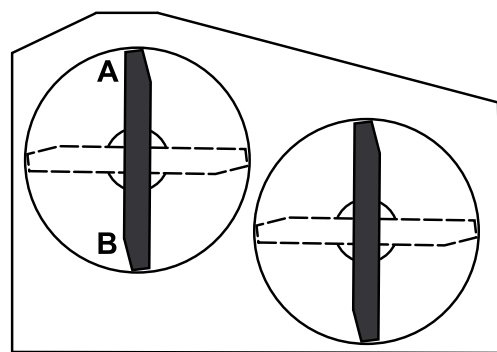

Рисунок 56
2. Расположите один нож в продольном направлении. Измерьте высоту в точках **A** и **B** от горизонтальной поверхности до режущей кромки на конце ножа (Рисунок 56).